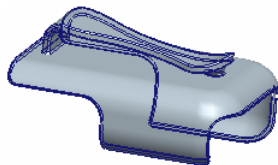

图 5.38.32 添加自动倒圆角特征 2
Step17. 添加图 5.38.32 所示的自动倒圆角特征 2。